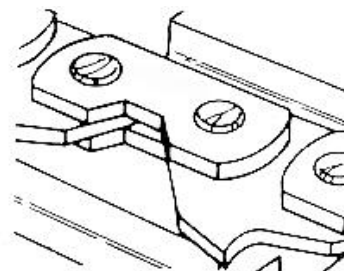

Рисунок 4.10
4.3.5.4 Накинуть соединительное звено на оси и с помощью молотка и оправки расклепать головки осей, см. рисунок 4.10.